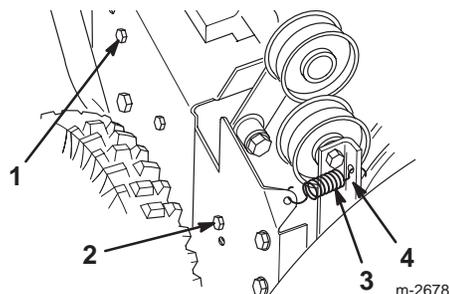

Figure 24
2. Boulon (3)
4. Desserrez le bras de frein de tarière. Pour ce faire, desserrez la dernière vis arrière et retirez la vis avant (Fig. 24).
5. Déposez le ressort de poulie folle (Fig. 24). Laissez le bras de frein pendre librement, mais hors du chemin.
4. Desserrez le bras de frein de tarière. Pour ce faire, desserrez la vis dernière arrière et retirez la vis avant qui fixent l'ensemble de bras frein au châssis (Fig. 24).